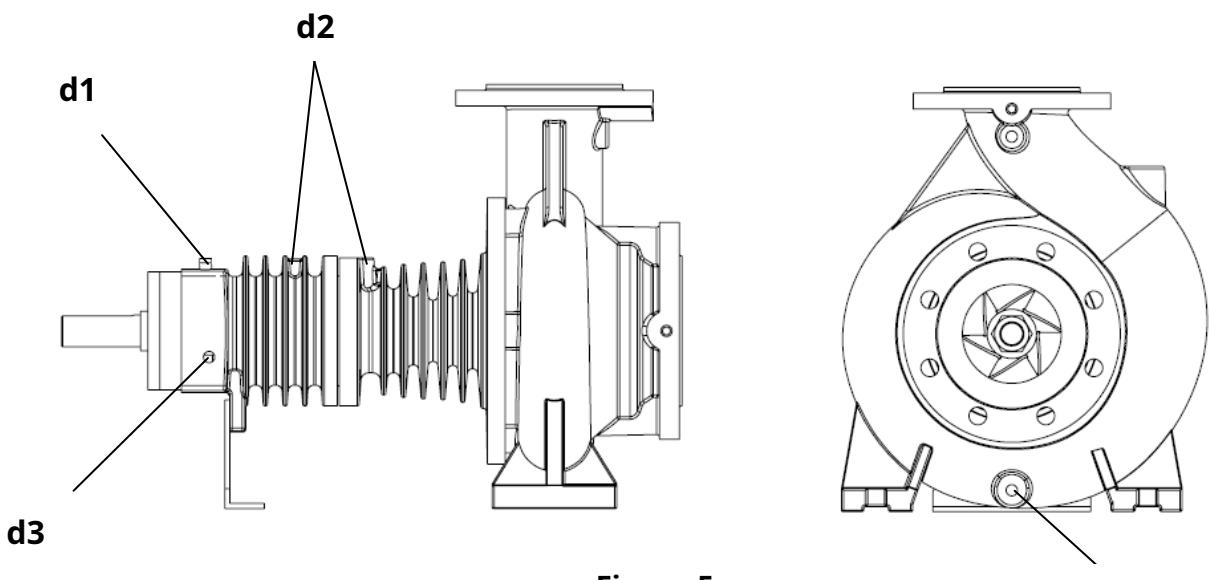

Figura 5
- Hay lugares de conexión en cada bomba para descargar la bomba y eliminar fugas en el lecho del sello.(Figura 5)Esas conexiones se pueden conectar al tanque de descarga por medio de tuberías si se solicita. Debe haber una válvula de aislamiento en la tubería que se utiliza para la descarga de la bomba y esta válvula y la tubería deben ser adecuadas para la presión operativa máxima de la bomba.